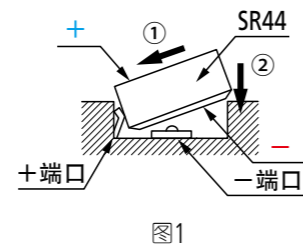

图1
5. 使用SR44(No.938882)电池，转动插入电池，按下正极，装好。(图1)